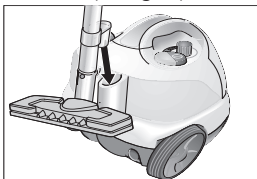

Fig. 8: Parkeringsposisjon
- Ved kortere arbeidsavbrudd kan forlengerrøret plasseres i parkeringsposisjon med dysen montert (se fig. 8).